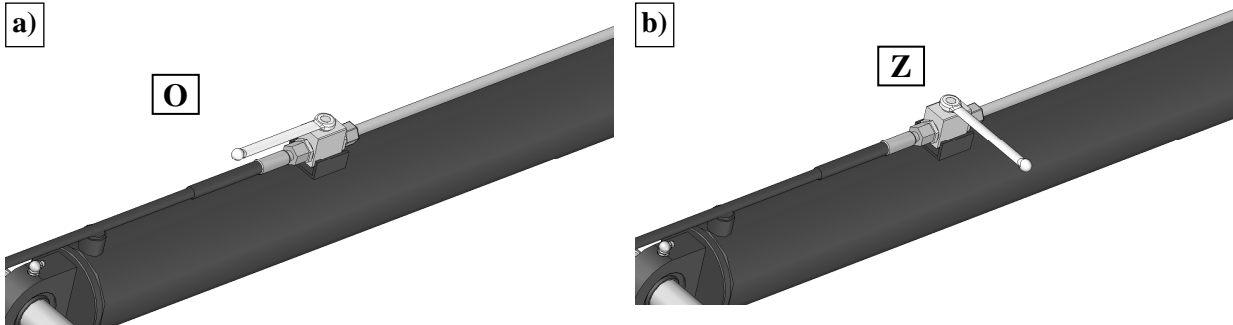

Abb. 22. Zylinderventil a) geöffnet O (Arbeit), b) geschlossen Z (Transport)
- Mähbalken gegen Senkung sichern und die Ventile, die sich auf den Hydraulikzylindern befinden, (**Abb. 22**) schließen.